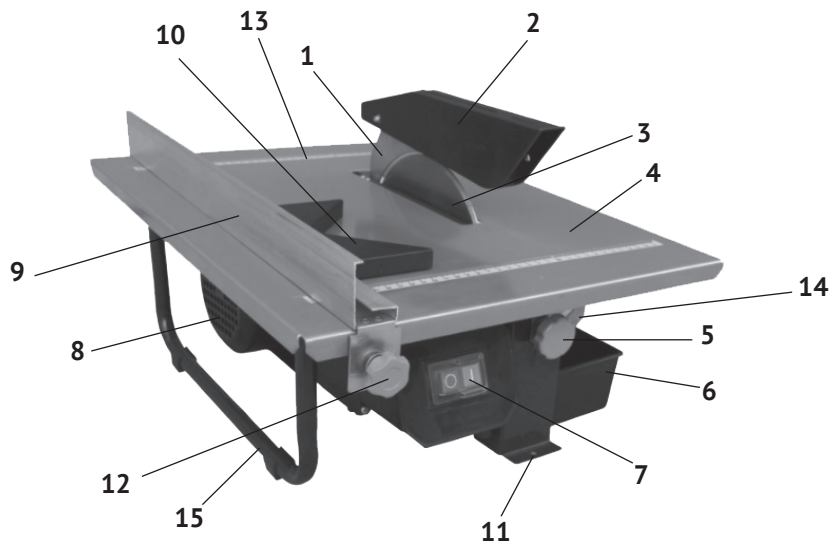
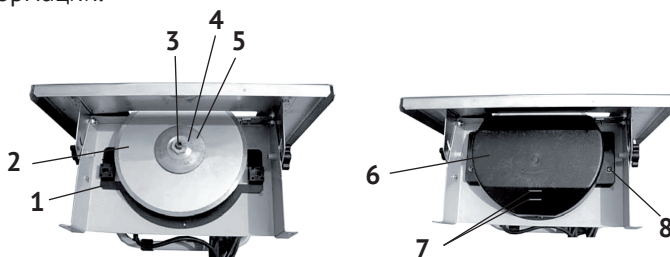

рис.1
рис.2
1.6 Общий вид и элементы плиткореза представлены на рис.1
1.7 Асинхронный двигатель крепится на платформе, закреплённой на трубчатой раме (рис.1 поз.15) под рабочим столом (рис.1 поз.4). На вал якоря двигателя, между опорным и зажимным фланцами, крепится отрезной алмазный круг (рис.1 поз.3). При посадочном диаметре круга 25,4 мм, на опорный фланец установить переходное кольцо.
Охлаждение круга во время работы осуществляется погружением его нижней части в поддон с водой. Поддон (рис.1 поз.6) устанавливается под нижний защитный кожух. На кожух нанесены: стрелка, указывающая направление вращения диска, и риски, отмечающие нижний (min) и верхний (max) уровни охлаждающей воды.
ле (с двух сторон) нанесена метрическая разметка (рис.1 поз.13).
Заготовка размещается на рабочем столе (рис.1 поз.4) в нужном положении с помощью параллельного (рис.1 поз.9) или углового (рис.1 поз.10) упоров. Разрезаемая плитка подаётся оператором по рабочему столу к отрезному кругу вручную.
1.9 Выключатель – магнитный пускатель (рис.1 поз.7) расположен на блоке управления двигателя. Он имеет две кнопки: зелёная с символом «I» - включение двигателя и красная с символом «0» - выключение двигателя (МЭК 60417).
Плиткорез поставляется полностью собранным, за исключением верхнего защитного кожуха (рис.1 поз.2).
- установить плиткорез на ровной, горизонтальной поверхности рабочего стола (верстака), вставив 2-е резиновые ножки (из комплекта поставки) в крепёжные отверстия (рис.1 поз.11).
- раскрутить болтовое соединение верхнего кожуха (рис.1 поз.2);
- совместив крепёжные отверстия кожуха и расклинивающего ножа (рис.1 поз.1), соединить их болтом и закрепить гайкой. Крепление не должно быть жёстким. Кожух должен иметь возможность вращения вокруг оси крепления, чтобы фиксироваться в выбранном положении относительно круга (рис.1 поз.3);
- установить на нужном расстоянии от круга (справа или слева) параллельный упор (рис.1 поз.9).
- выставив в нужное положение параллельный упор, зафиксировать его зажимным винтом (рис.1 поз.12);
- под нижний защитный кожух установить поддон (рис.1 поз.6) и заполнить его водой. Постоянно следить за уровнем воды по рискам на нижнем кожухе.
- ослабить крепление винтов фиксации (рис.1 поз.5) с двух сторон рабочего стола;
- выставить нужный угол наклона по шкале (рис.1 поз.14);
Замене подлежит алмазный круг, режущая часть которого (напыление) полностью выработалась. Для замены круга (см. рис.2):
- вынуть поддон (рис.1 поз.6) из-под нижнего защитного кожуха (рис.2 поз.6);
- снять нижний защитный кожух, открутив два винта (рис.2 поз.8);
- зафиксировав ключом вал якоря двигателя (рис.2 поз.3), открутить зажимную гайку (рис.2 поз.4), снять с вала зажимной фланец (рис.2 поз.5) и круг (рис.2 поз.2);
- очистить опорный и зажимной фланцы, крышку кожуха (рис.2 поз.1) и сам кожух;